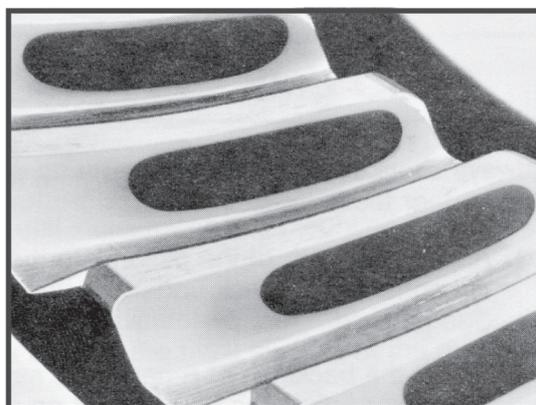

Figura 97
C- Verifique se o contato obtido pelo processo manual atende ao padrão (figura 97).
- Ao acertar o contato no lado convexo (marcha a frente), o contato no lado côncavo (marcha ré) automaticamente ficará satisfatório (figura 97).
O padrão de contato para processo manual indica que as engrenagens estão em posição correta, resultando uma área de contato centrada entre a ponta e talão/topo e raiz do dente. Figura 97.